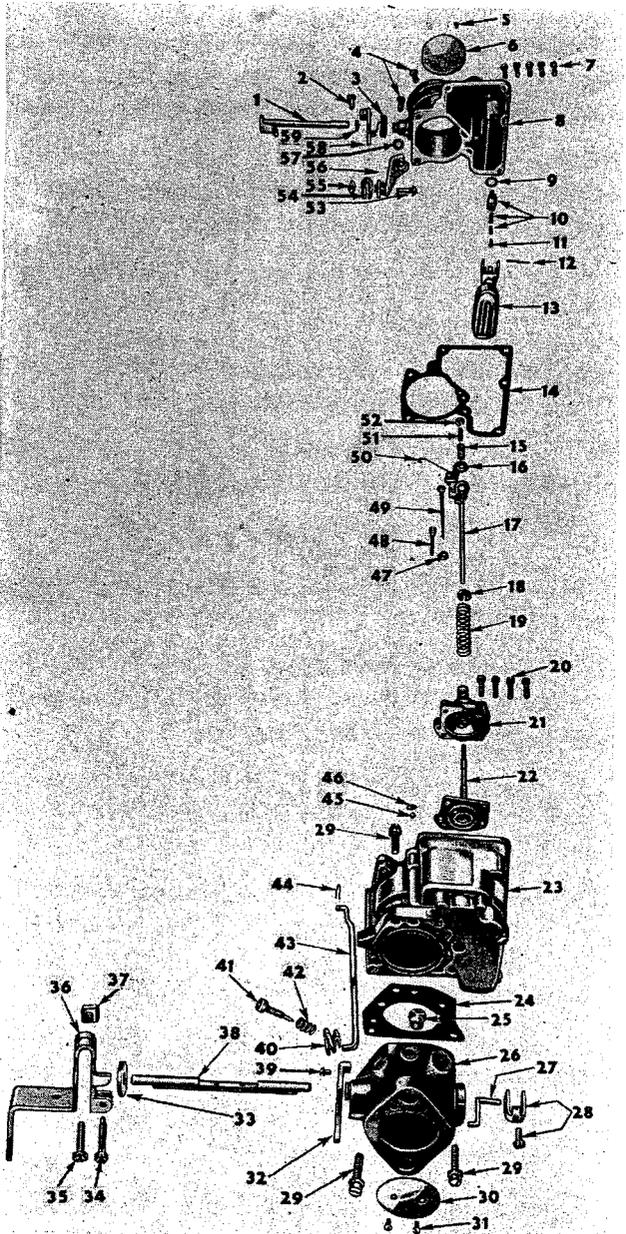

Fig. 103 Vergaser Index
1. Entferne die Federsicherung Nr. 44, die Feder der Verbindungsstange für den schnellen Leerlauf Nr. 40 und die Verbindungsstange für den schnellen Leerlauf Nr. 43, Fig. 103.